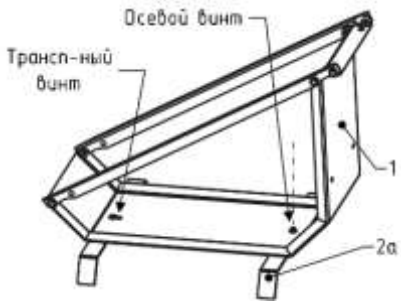

Рис. 2. Рукавная кассета Исп.1 транспортное положение
- Открутите осевой винт (при необходимости извлеките также транспортный винт) и переставьте рукавную корзину (Рис.2 поз.1), с учетом стороны открывания двери, после чего зафиксируйте ее осевым винтом (Рис.2)